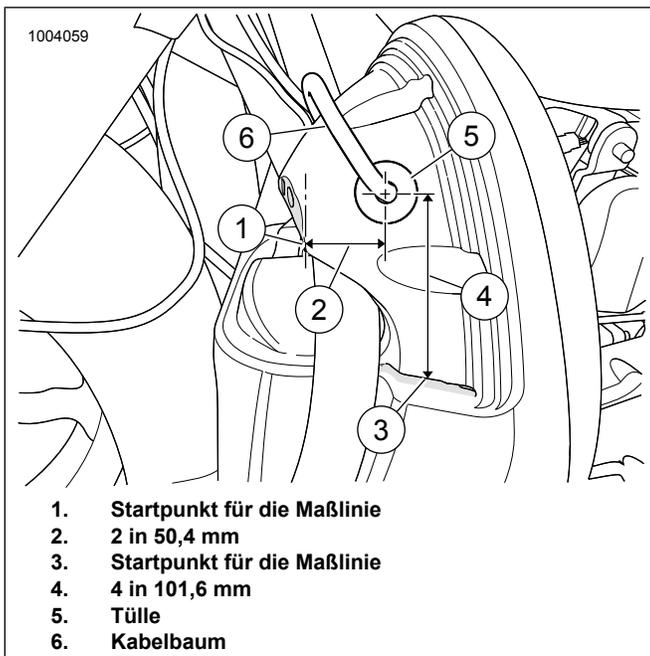

Abbildung 11. Linke untere Verkleidung dargestellt
8. Siehe Abbildung 11. Die Stelle für das Führungsloch an der Außenseite der unteren Verkleidung markieren.
- a. Startpunkt der Maßlinie (1) (Rückseite der unteren Verkleidung).
- c. Startpunkt der Maßlinie (3) (Innenkurve).